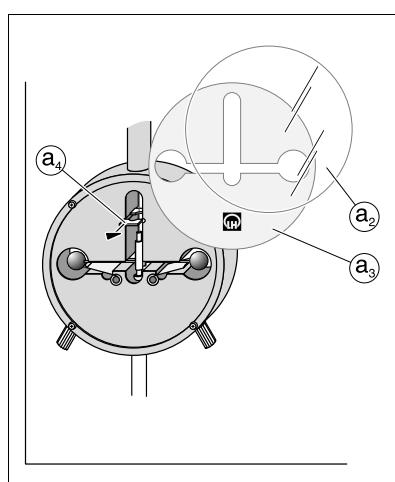

Fig. 8.2
- Enlever la vis (a1); desserrer ensuite les autres vis servant à fixer la plaque en verre jusqu'à ce que l'on puisse retirer cette plaque (Fig. 8.2).
- Retirar el tornillo (a1); luego aflojar los tornillos que fijan la placa de vidrio, hasta que ésta se pueda retirar (Fig. 8.2).